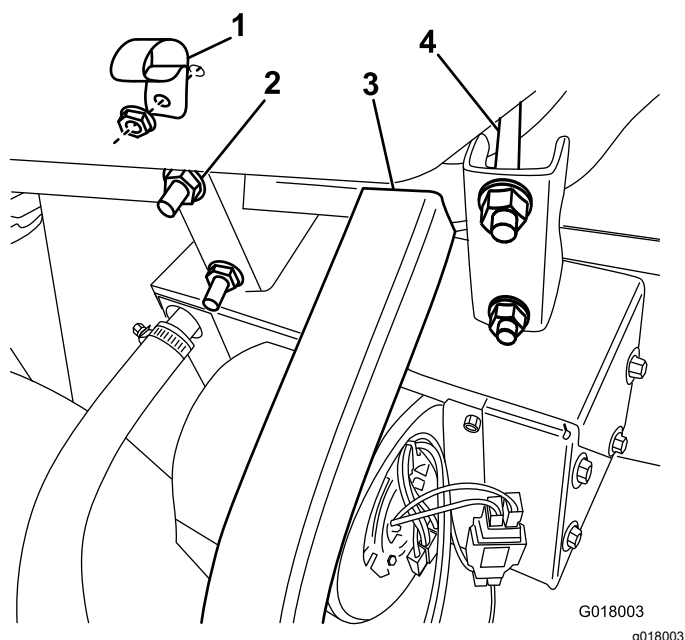

Figura 22
- Conecte el conjunto de calentador y soporte al tubo delantero del bastidor, junto al bastidor en U, con los pernos en U y las tuercas con arandelas prensadas suministradas (Figura 22).
- Sujete la abrazadera en R a la guantera con un perno con arandela prensada y una tuerca (Figura 22).